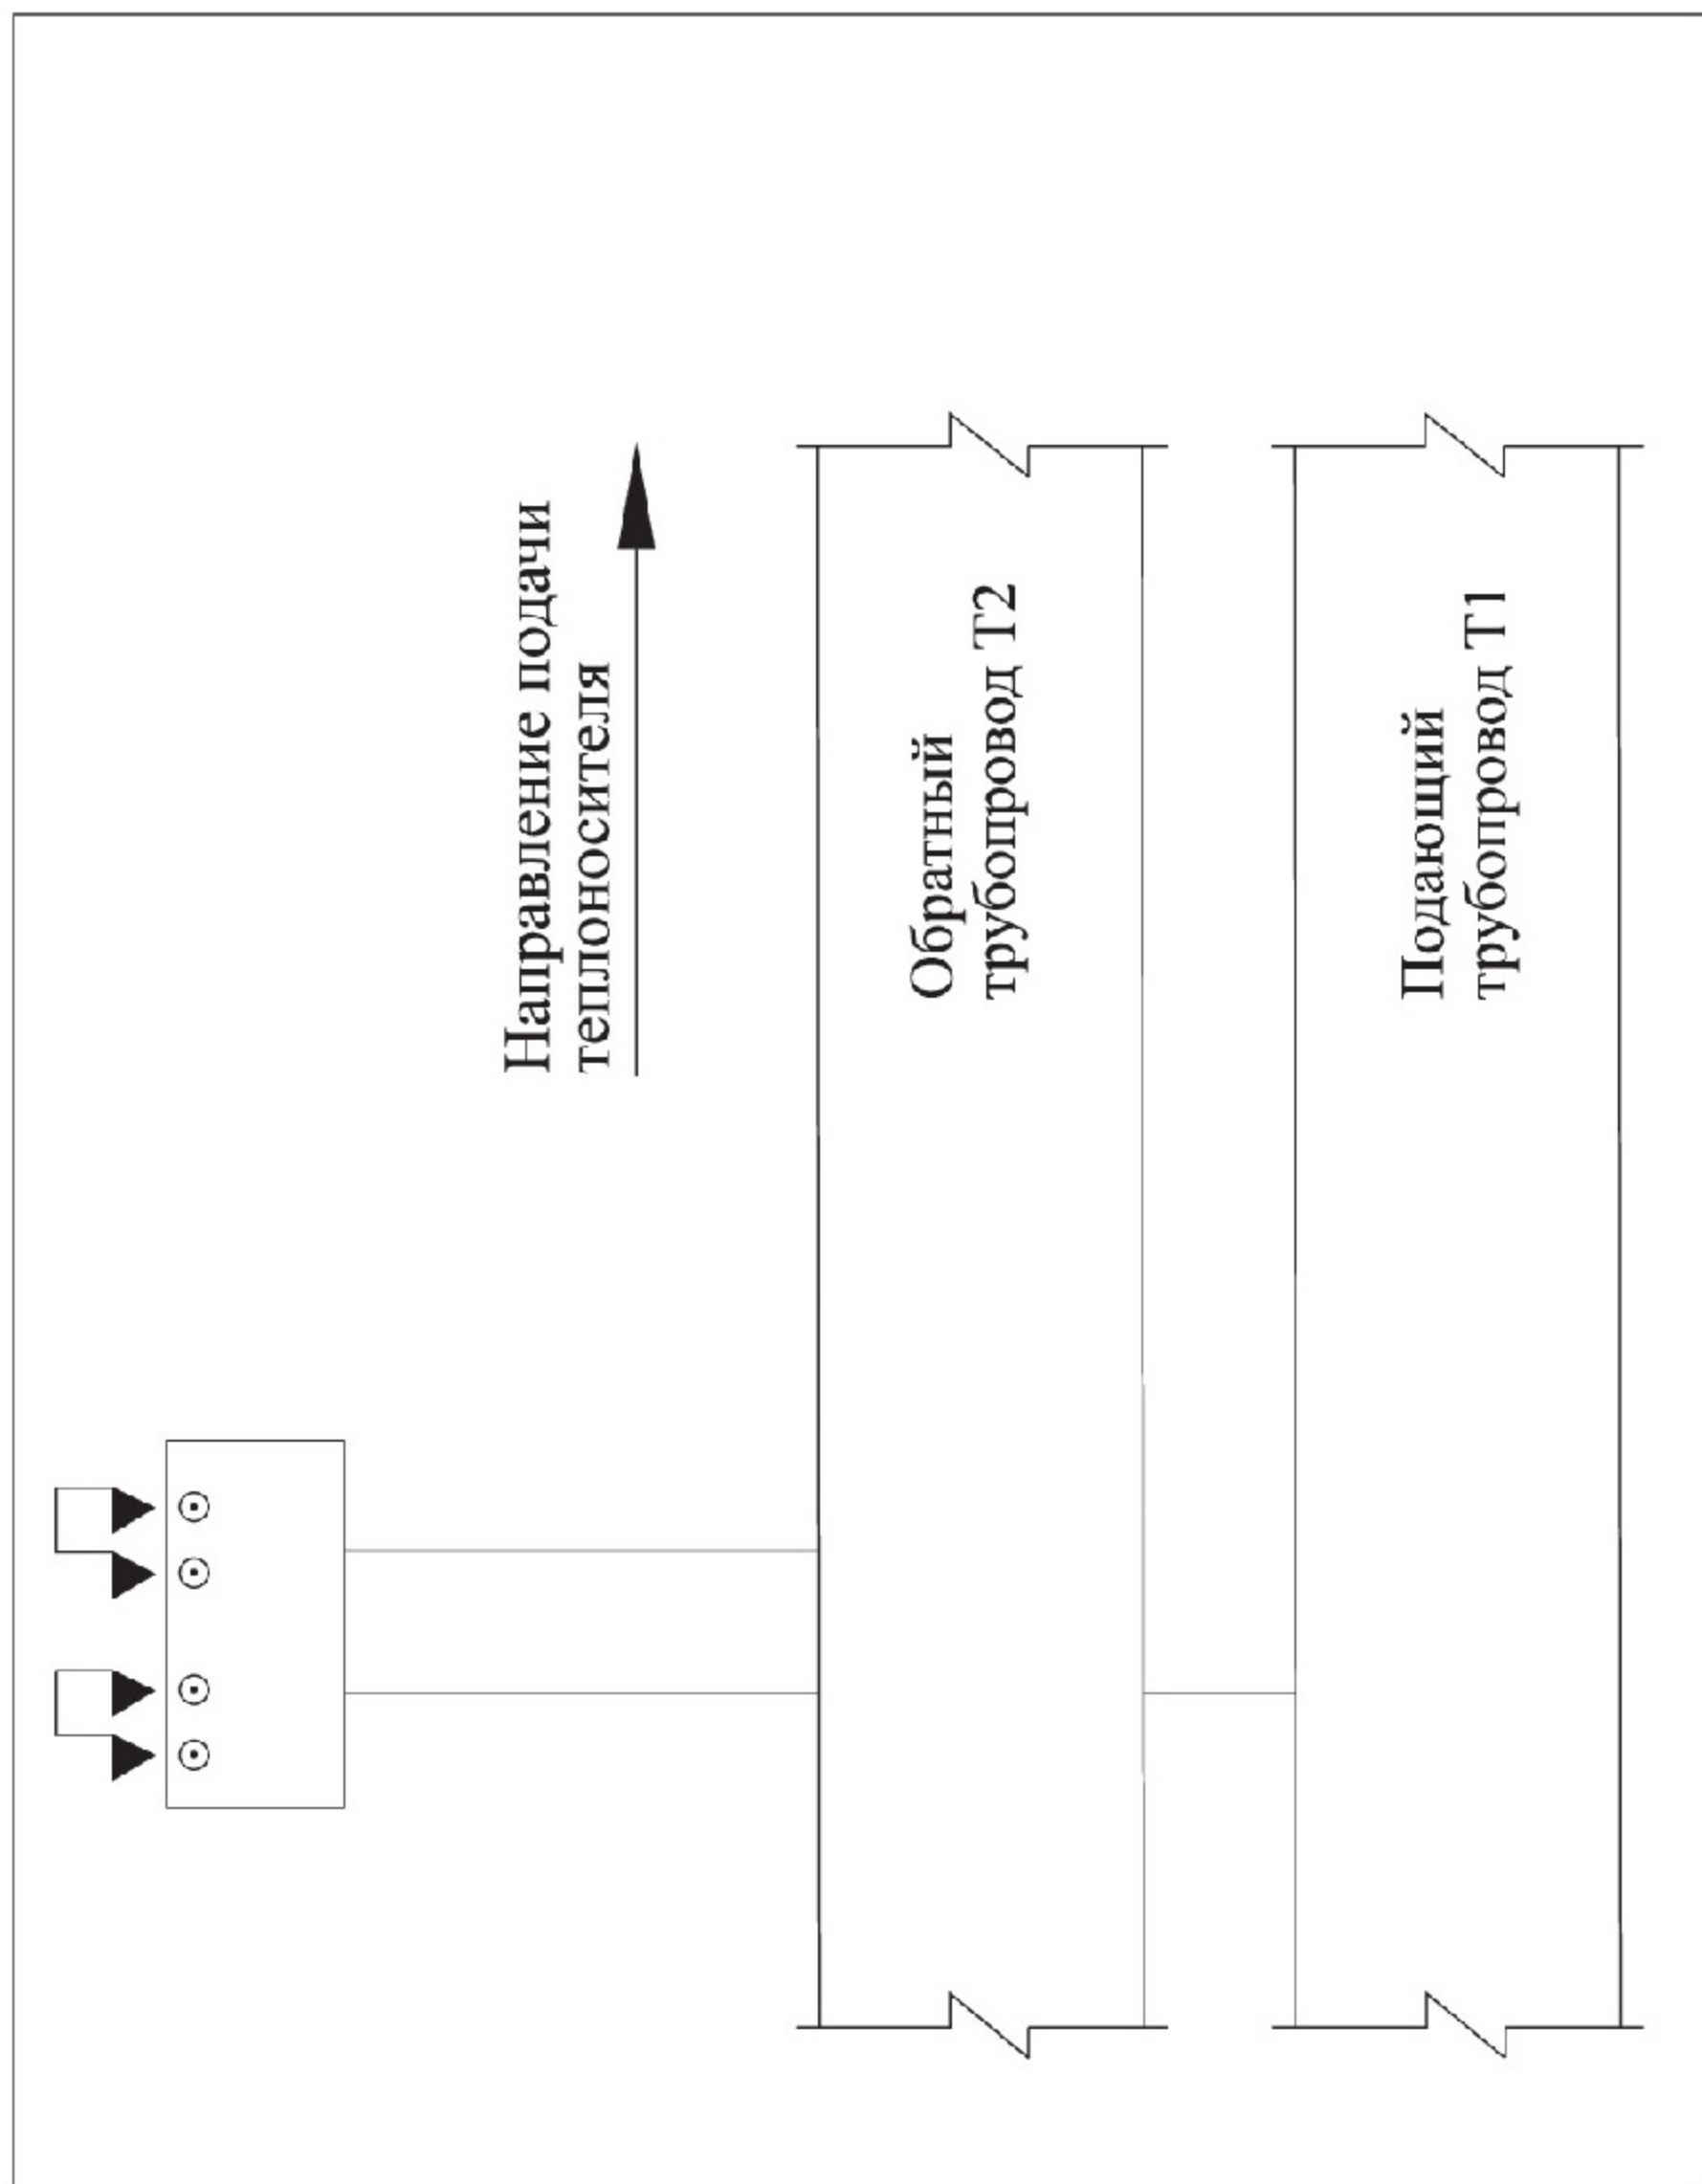
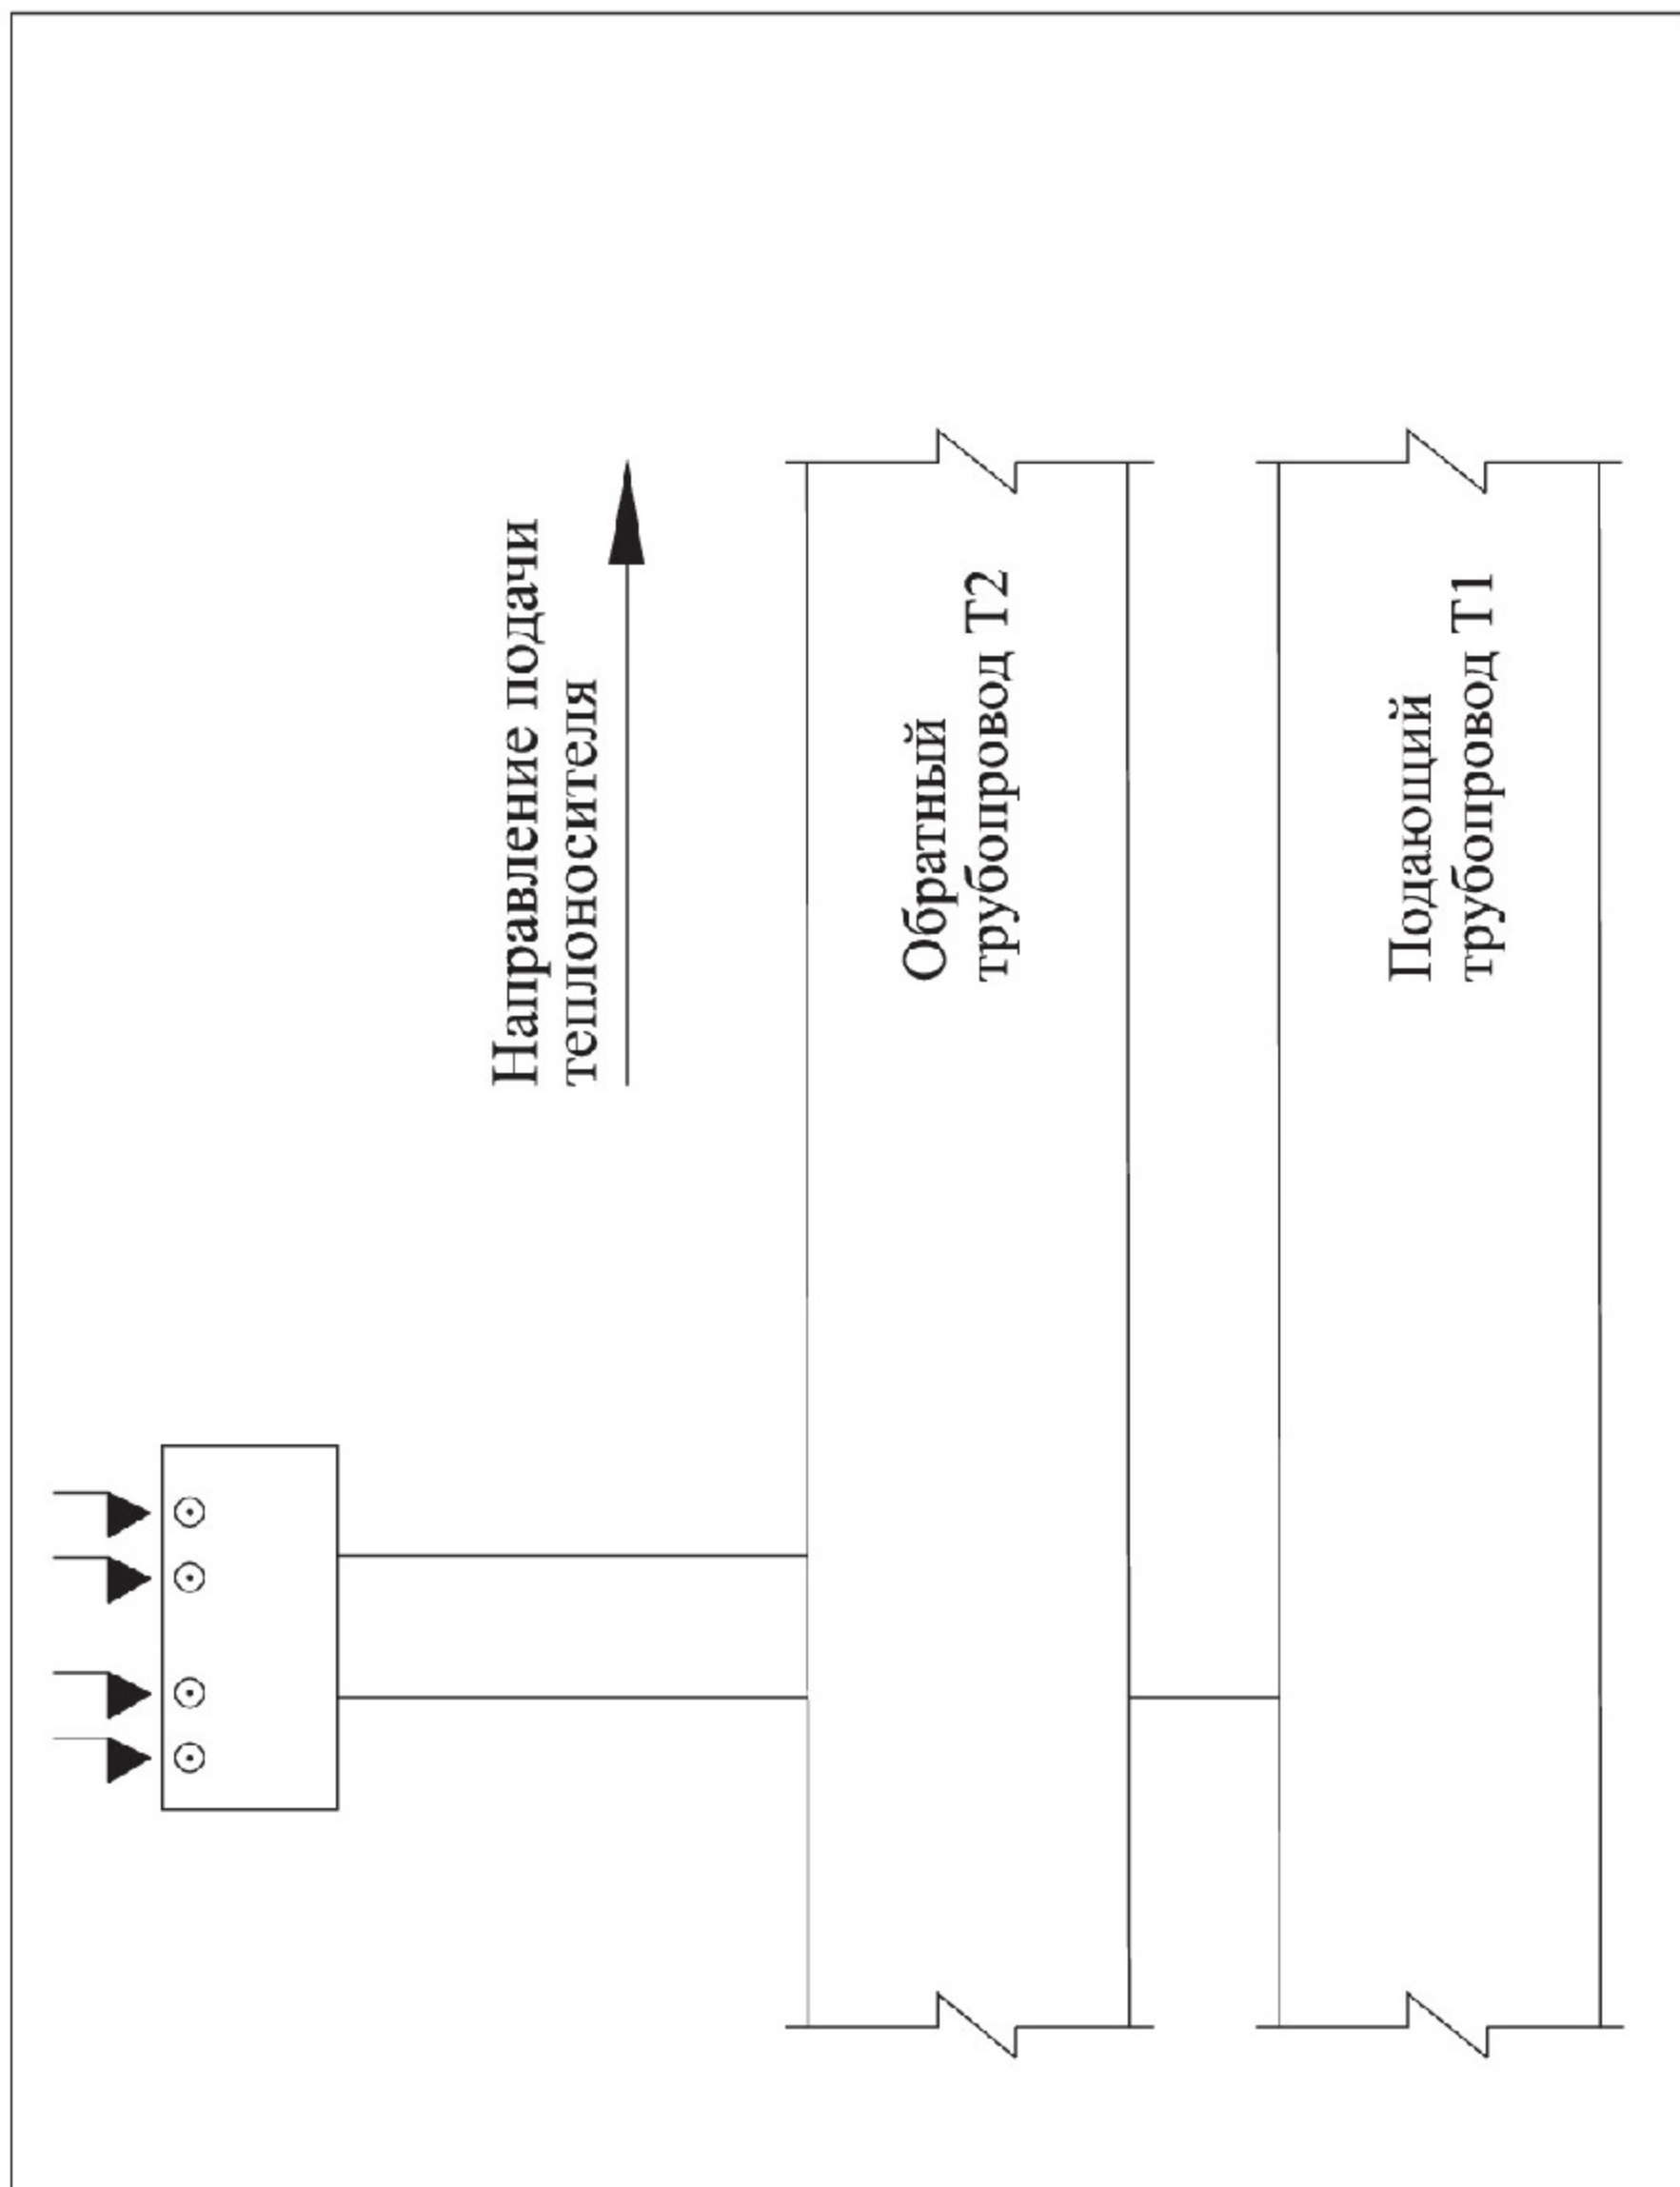

Рис. 2 Соединение одной двухтрубной системы ОДК
Рис. 3 Разъединение/закольцовка одной двухтрубной системы ОДК
- 2.1. Соединение одной двухтрубной системы ОДК в промежуточной точке контроля – **Рис. 2, 4.**
- 2.2. Разъединение/закольцовка одной двухтрубной системы ОДК в промежуточной точке контроля – **Рис. 3, 5.**
на принципиальной схеме (Рис. 2)	на электрической схеме (Рис. 3, 4)